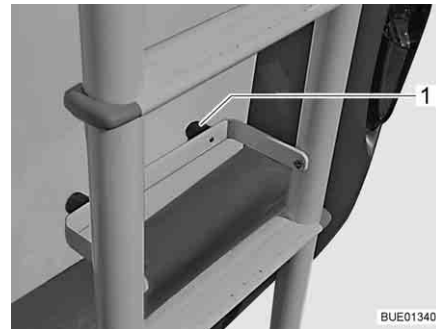

Fig. 2 Échelle repliable, échelle repliée vers le bas
- Poser l'arceau de protection avec les alvéoles en caoutchouc (Fig. 2,1) contre la paroi arrière du véhicule.